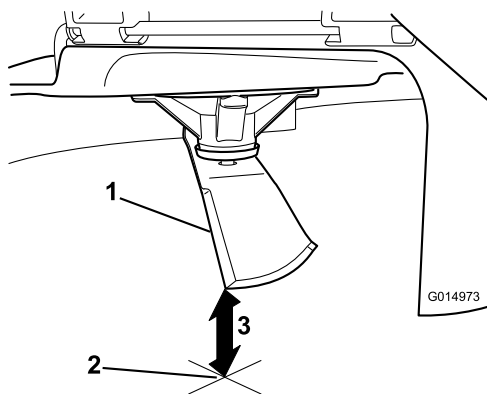

Figure 107
5. Mesurez la distance entre la pointe de la lame et la surface plane (Figure 107).